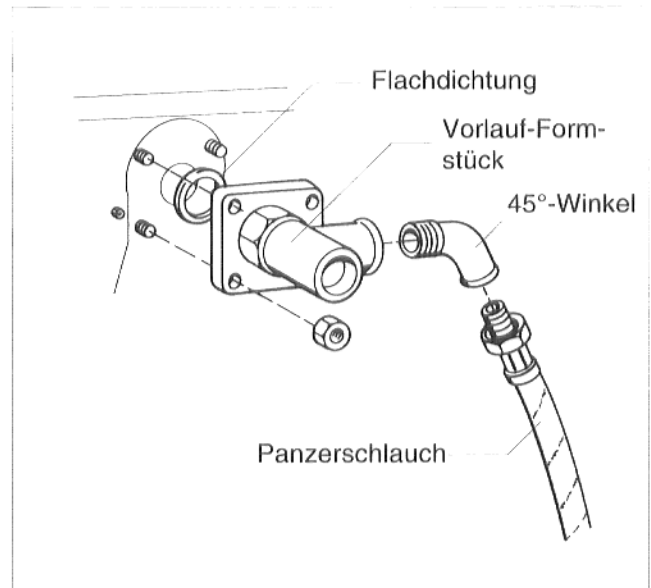

Abb. 5
- Flachdichtung einlegen und das Vorlauf-Formstück an Stelle des Gewindeflansches anschrauben (Abb. 5).
- 45°-Winkel in den seitlichen Abgang des Vorlauf-Formstückes eindichten (Abb. 5).
- Panzerschlauch in den 45° Winkel am Vorlauf-Formstück eindichten (Abb. 5).